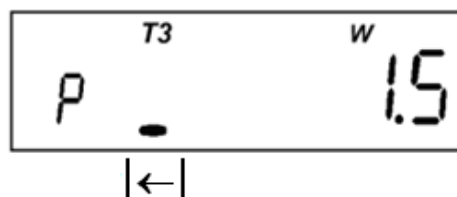

Рисунок 17
- прогнозируемая отпущенная активная мощность (отображается мнемоникой " $W$ " и маркером " $| \leftarrow$ "). Только для двунаправленных счетчиков (Рисунок 17):